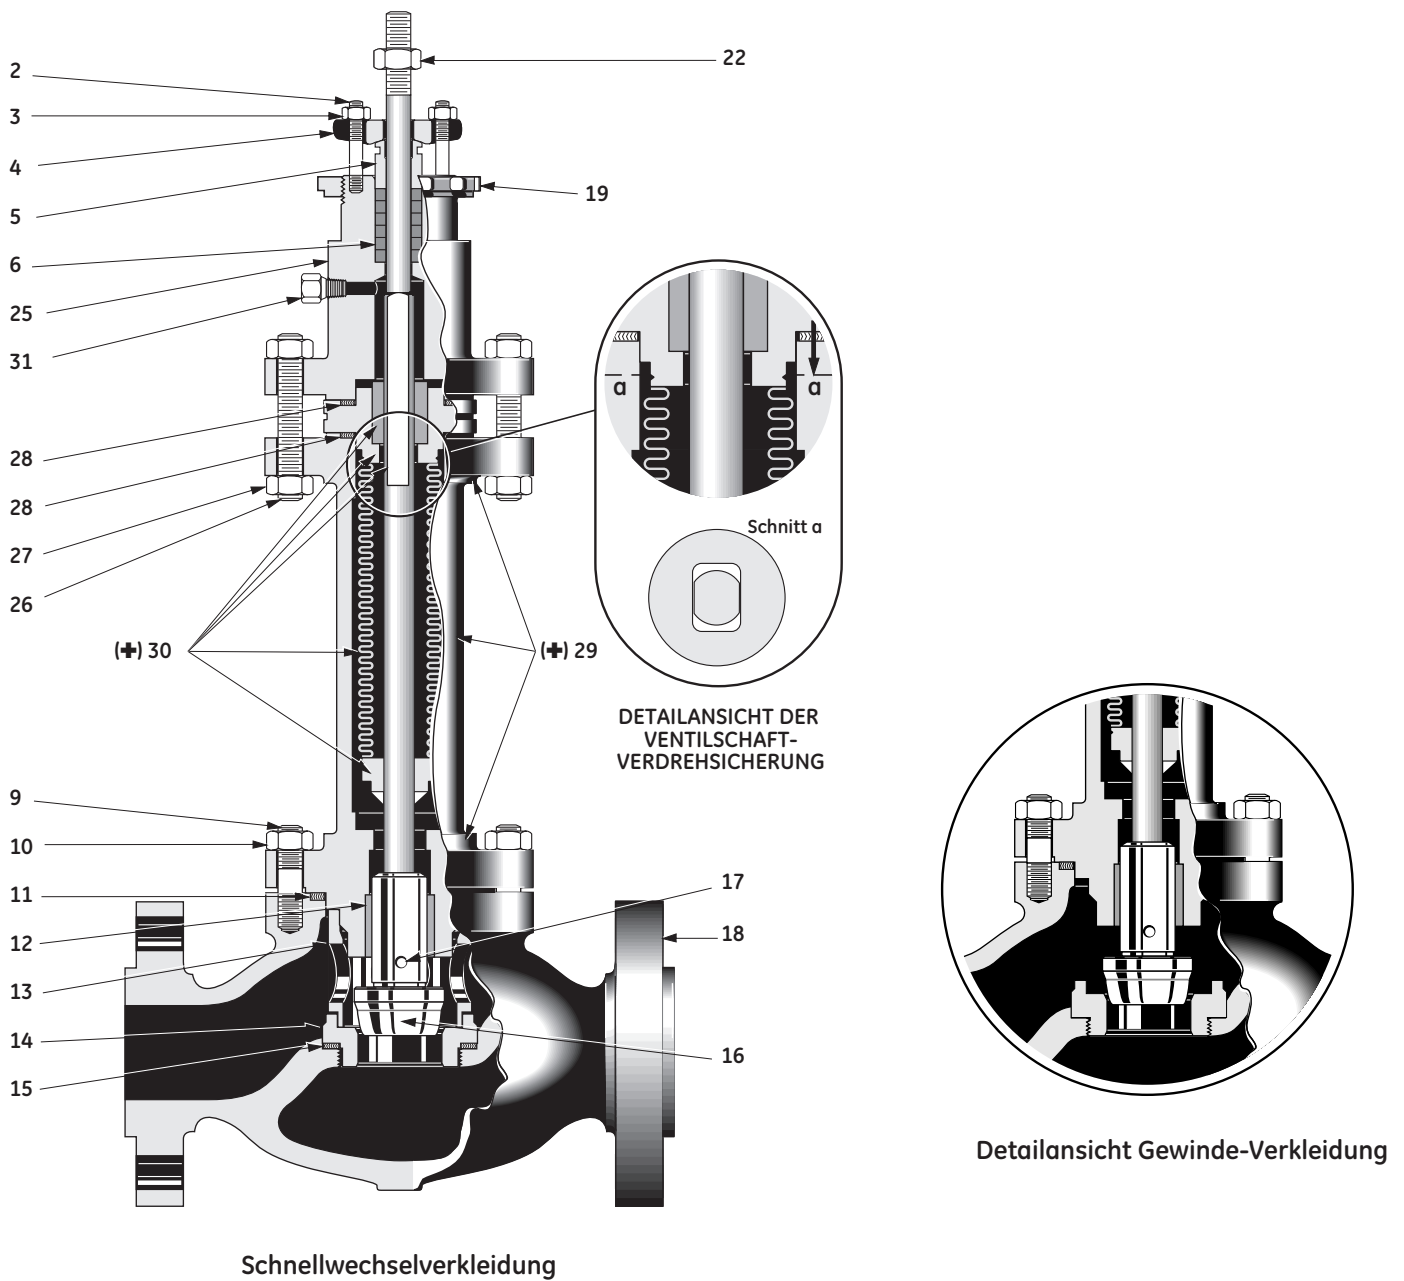

Abb. 19 - Ventil 21000 BS
10.1 Zerlegen eines Balgventils (Abb. 19)